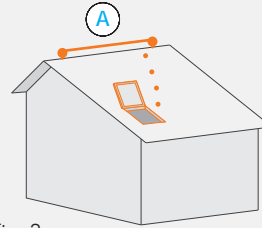

Fig. 3
- Desde el interior, a través de una trampilla (Fig. 3).
- dall'interno, utilizzando l'apposita botola (Fig. 3).